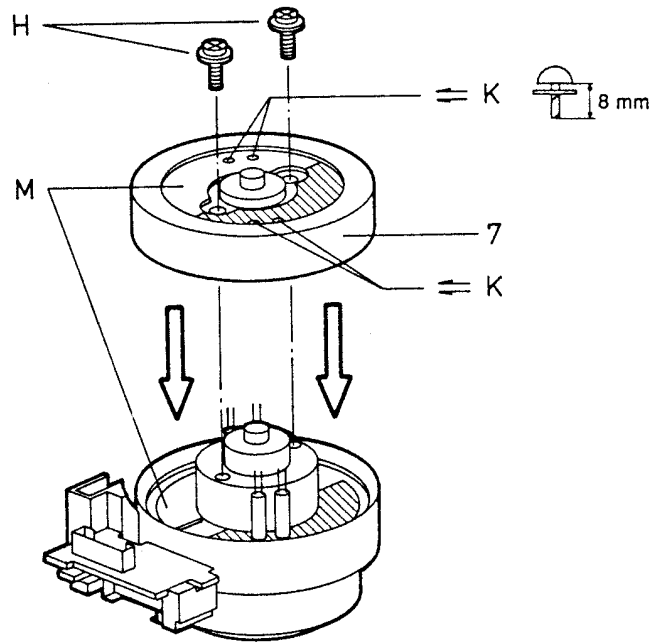

Fig. 14
- Wenn sich nach dem Einbau die weißen Flächen "M" (Fig. 14) nicht decken, erfolgt die Wiedergabe vorher durchgeführter Aufnahmen in Schwarz / Weiß!
- Kopfscheibe (7) so auf die Antriebsachse stecken, daß sich die weißen Flächen "M" decken (Fig. 14).
- Schrauben "H" eindrehen und Erdungsfeder (5) montieren.
- If, after reassembly, the white areas "M" (Fig. 14) do not coincide, previous recordings on the tape will be reproduced on playback in black and white!
- Fit the head wheel (7) onto the shaft so that the white areas "M" coincide (Fig. 14).
- Refit the screws "H" and the earthing spring (5) with screw "F".
- Se dopo il montaggio le superfici bianche "M" (fig. 14) non risultano sovrapposte, le immagini precedentemente registrate vengono riprodotte in bianco / nero!
- Inserire la ruota testine (7) nel perno di guida in modo che le superfici bianche "M" risultino coincidenti (fig. 14).